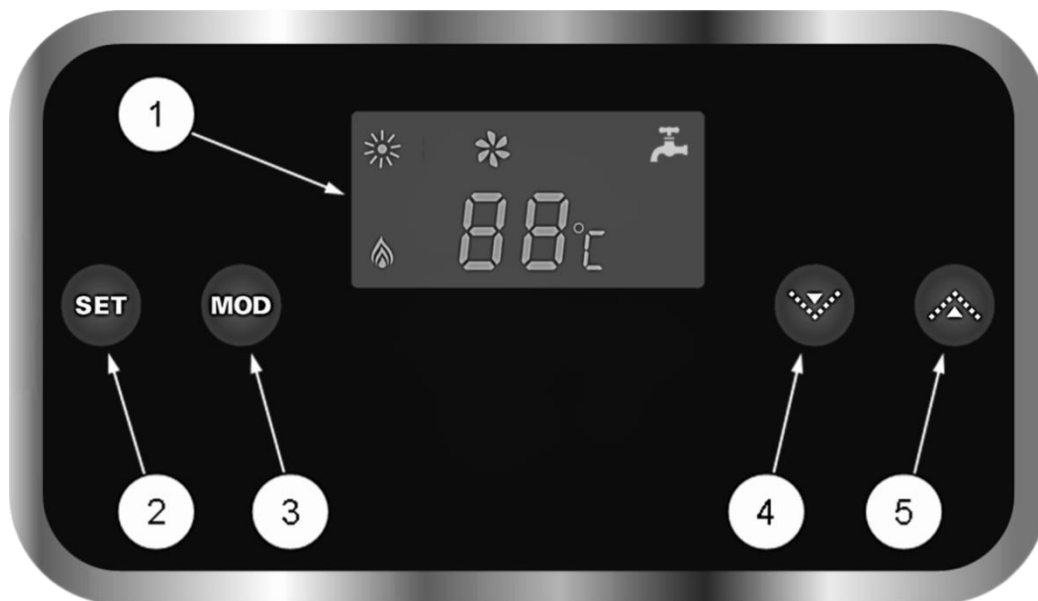

Рис. 7 Панель управления водонагревателем
На передней (лицевой) панели ВПГ расположена панель управления водонагревателем (См. Рис.7).
6. С помощью манометра настроить давление газа, поступающего на горелку при работе ВПГ, то есть отрегулировать значения параметров **PH**, **PL**, **dH**, которые должны соответствовать приведенным ниже величинам (См. Табл.3). Давление газа, поступающего на горелку, настраивается с помощью конопок расположенных на панели управления ВПГ (См. Рис. 7).